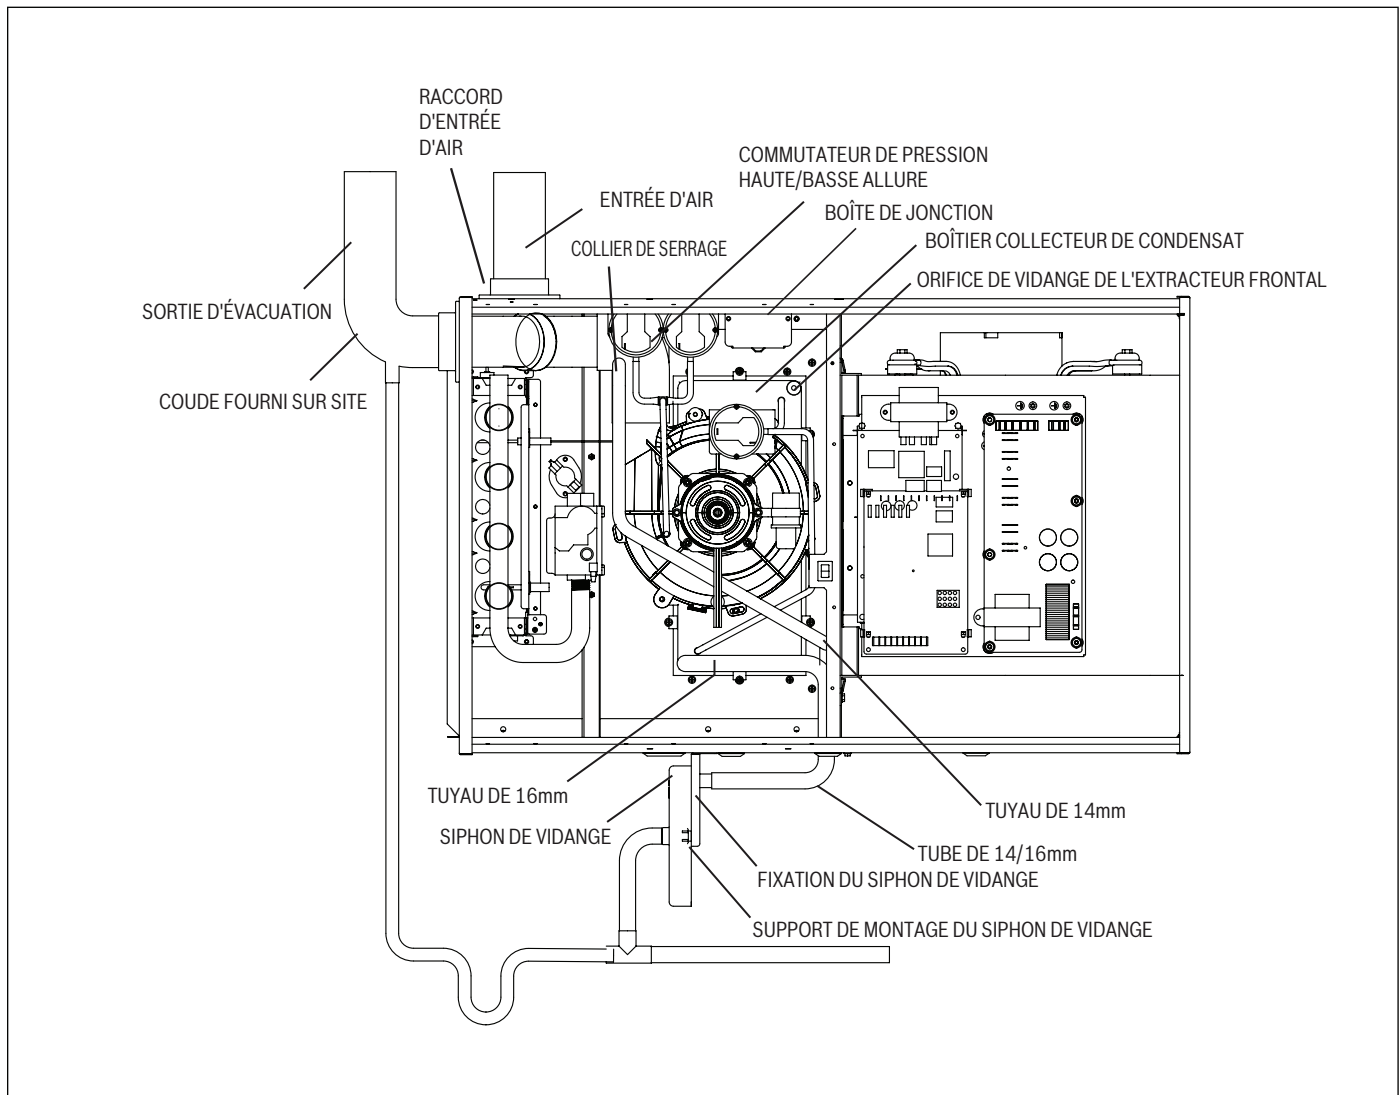

Figure 20 Installation horizontale sur le côté gauche, ventilation par le panneau supérieur
Pour les installations avec évacuation d'air gauche et sortie de ventilation par le panneau supérieur de la fournaise (voir Figure 20).
9. Connectez un tuyau de 14 mm entre l'orifice de vidange de l'inducteur latéral (retirez le bouchon en caoutchouc noir pour connecter le tuyau) et le siphon de vidange. Reportez-vous à la figure 20.